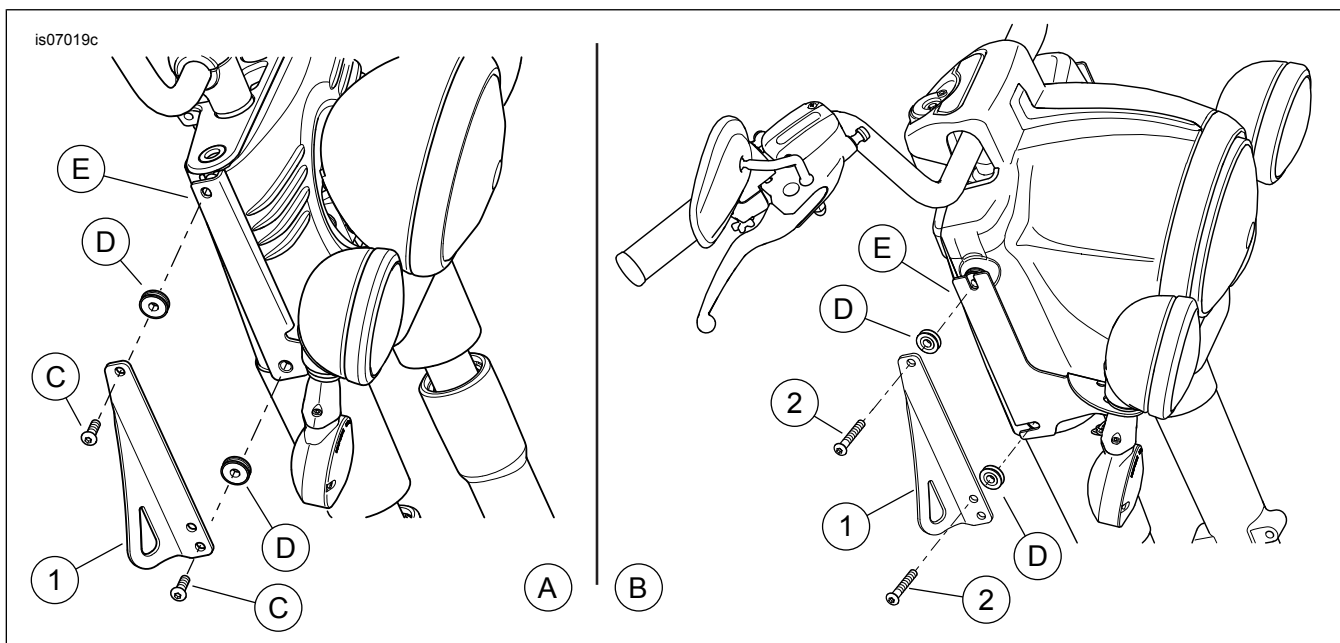

Figure 1. Installation des supports d'arrimage
Voir Figure 1 et Tableau 1. Ce kit comporte un support d'arrimage droit et gauche (1), quatre vis (2) et les présentes instructions. Seules les vis (n° de pièce 4219) sont disponibles séparément.